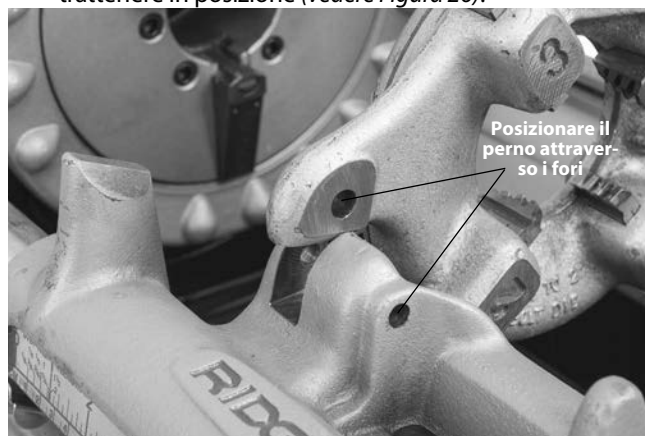

Figura 26 – Trattenimento in posizione della Testa portapettini sinistra
3. Collocare un $\frac{5}{16}$ " perno lungo 2 pollici attraverso i fori nel supporto del carrello e la testa portapettini di sinistra per trattenere in posizione (vedere Figura 26).